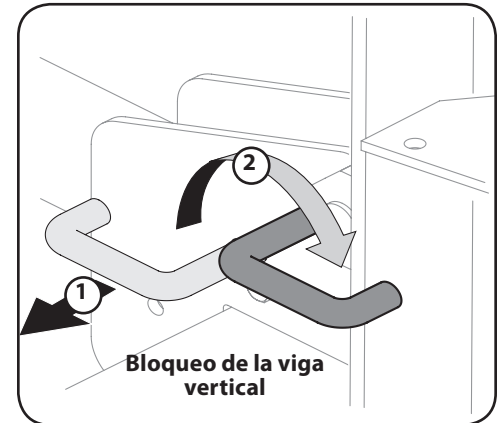

Figura 3-3
- b. Para trabar la viga en posición vertical, tire del bloqueo de viga vertical hacia afuera y gírela para ajustar la viga. Vea la Figura 3-3.